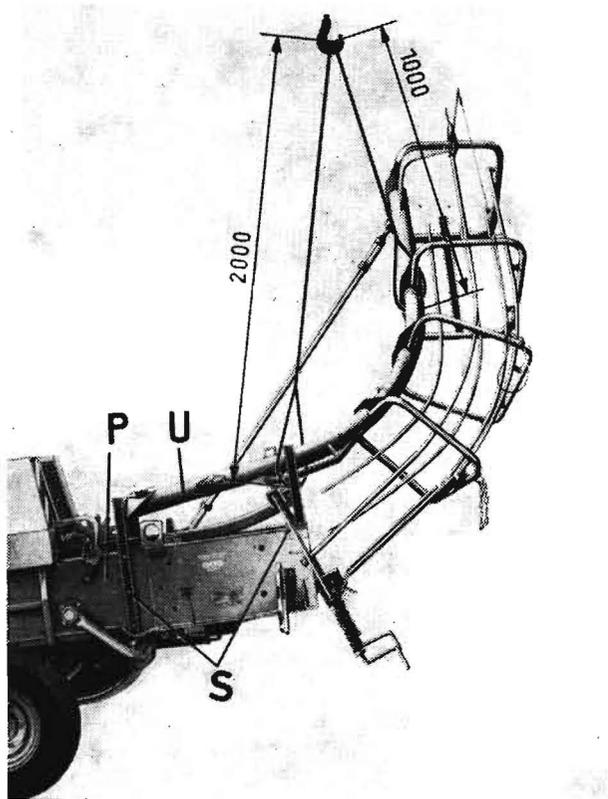

Bild 5
Das Schurreunterteil (U) ist gemäß Bild 5 an das Hebezeug anzuhängen. Bei Einhaltung der angegebenen Anschlagpunkte und Seillängen ist eine montagegerechte Lage des Schurreunterteiles (U) zur Befestigung an das Preßkanalende (P) gewährleistet.
Die Befestigung (S) erfolgt mit 8 hochfesten Sechskantschrauben M 12 x 20, 8 Muttern 02 042395 4 0, 4 Sechskantschrauben M 12 x 40, 12 Federringen B 12 und 4 Scheiben (Bild 5).